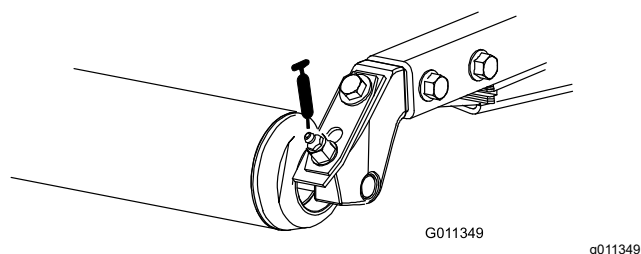

Figura 50
- Rolamentos do cilindro traseiro (2 por cada unidade de corte) (Figura 50)